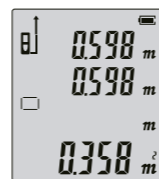

Рис. 1
- Измерьте первую площадь, как показано на **Рис. 1**.